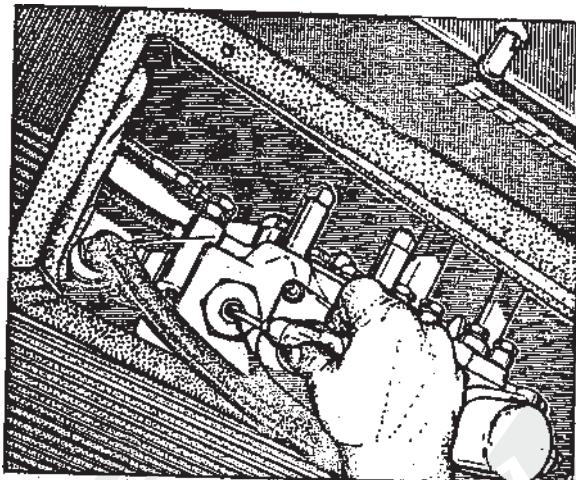

Рис. 1-8. Регулировка и измерение давления масла
Манометр для контроля давления находится в оснащении машины . Чтобы проверить давление в рабочей системе, следует ввинтить наконечник манометра в гнездо провода насос распределитель /ввинтить пробку на проводе и ввинтить наконечник манометра - рис. 1-8/.
- Выключить двигатель. Ввинтить наконечник манометра в гнездо провода как на рис. 1-8.
Если давление на манометре отбегает от $15 \pm 0,5$ МПа, следует ввинчивать или отвинчивать регулировочный винт с помощью отвёртки /рис. 1-8/, предохранить контргайкой и наблюдать показания манометра.